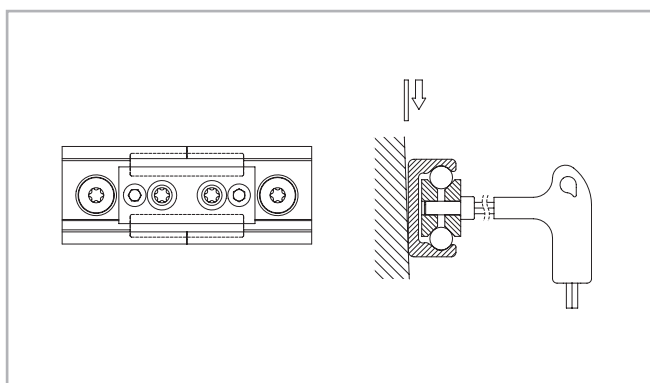

Fig. 118
- (3) Placez le dispositif d'alignement au niveau de l'aboutement du rail et serrez régulièrement les deux vis de réglage, jusqu'à ce que les pistes de roulement soient alignées (voir fig. 118).
- (4) Après l'étape (3), il faut vérifier si les deux dos des rails sont bien à plat sur la surface de montage. Si une fente s'est formée, il faut la combler, par ex. en intercalant des pièces de tôle minces.